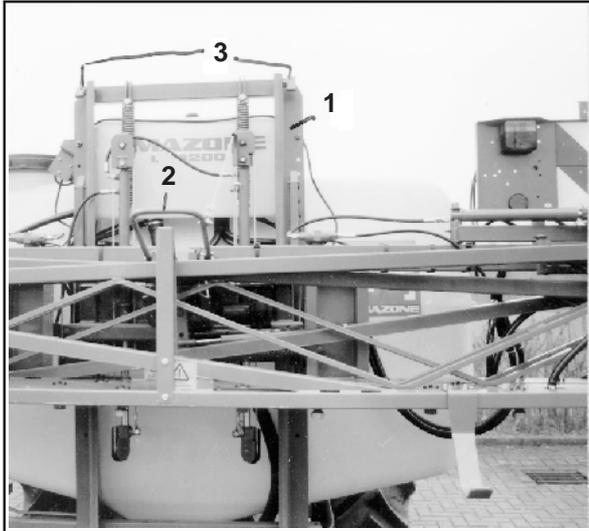

Рис. 10.9
- Приподнять сложенные штанги до момента, когда освободится блокировка, которая включается автоматически в транспортном положении (рис.10.9/2) (высота поднимания равна примерно 2/3 длины держателя штанги).
- Разблокировать балансир из транспортного положения для этого поднять штанги до верхних фиксаторов (рис.10.9/3) (см. также главу 10.1.4).